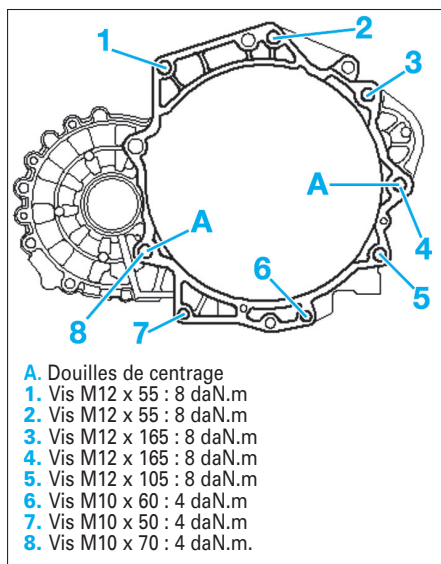

Fig. 9
- Respecter la position des vis de fixation de la boîte sur le moteur (Fig.9).